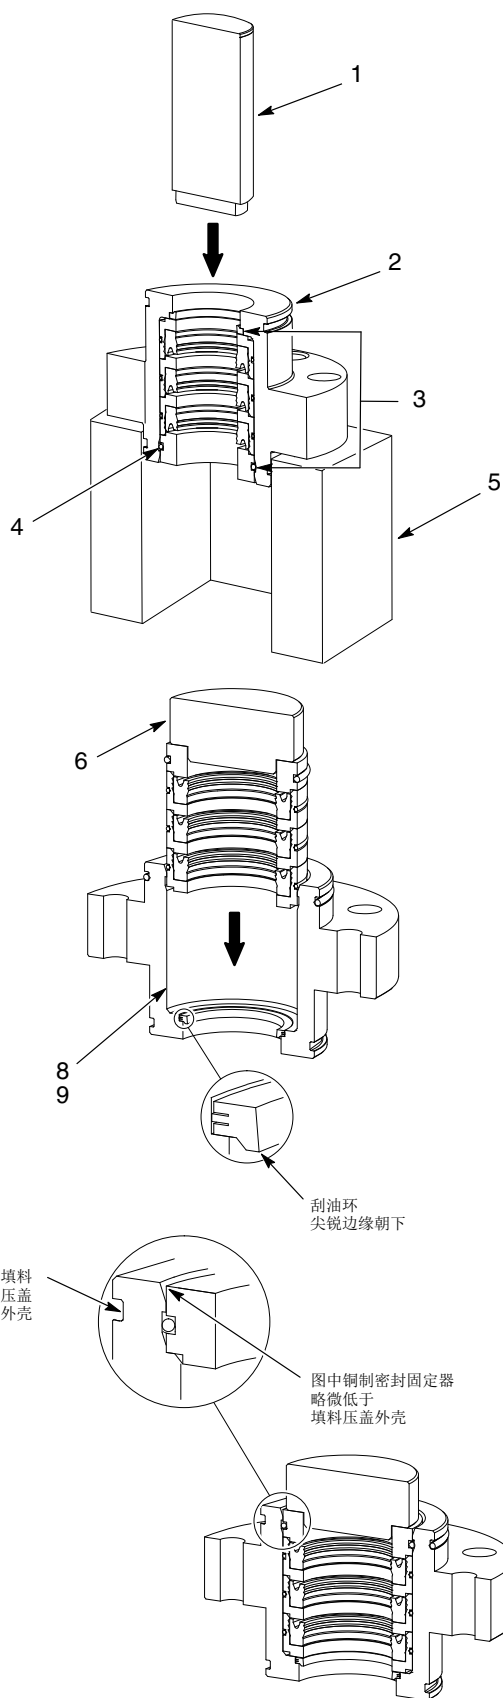

图 2 更换填料压盖内部零件
1. 详见图2。将填料压盖外壳(2)置于固定装置(5)上，使溶剂杯末端朝上。